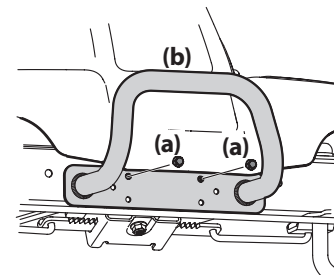

Figura 10
- Extraiga los dos tornillos (a), como se indica en la Figura 10.
- Ubique el paragolpes (b) sobre los orificios de montaje y sujete con los tornillos (a) que extrajo en el Paso 1. Consulte la Figura 10.